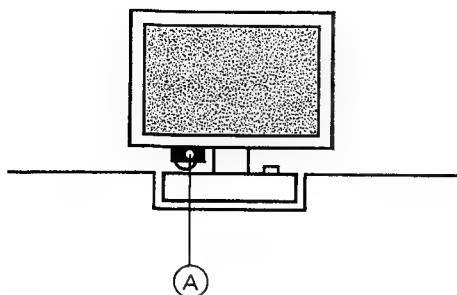

Fig. 4.3
- Exzentrischer Rastbolzen (A) (Fig. 4.3) verdrehen.
- Rotate the eccentric indexing pin (A) (fig. 4.3).
- Tournez le boulon (A) excentrique (fig. 4.3).